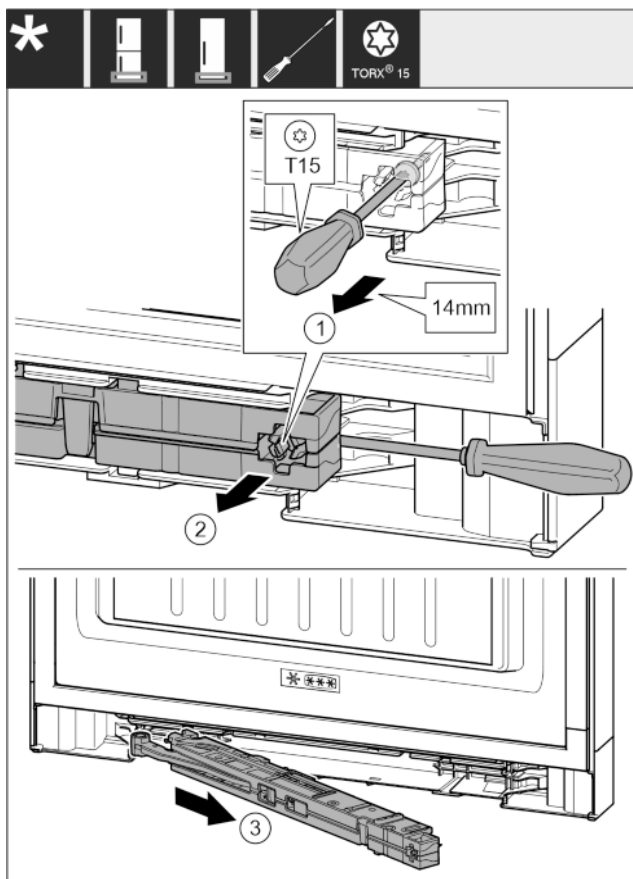

Fig. 14
- ▶ Desfaceți aprox. 14 mm șurubul de la unitatea amortizorului de închidere cu șurubelnița T15. Fig. 14 (1)
- ▶ Introduceți o șurubelniță pe partea mânerului în spatele unității amortizorului de închidere. Rotiți unitatea spre înainte. Fig. 14 (2)
- ▶ Scoateți unitatea. Fig. 14 (3)